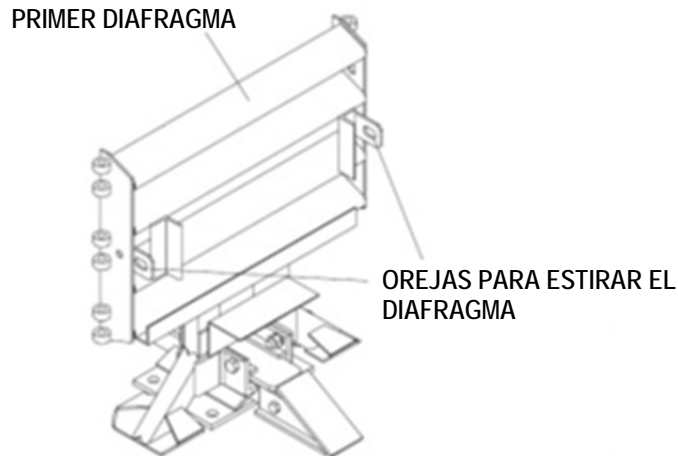

Figura 71
- 6) Coloque una cadena a las orejas para estirar en el primer diafragma (consulte la Figura 71). Coloque ambos extremos de la cadena a un vehículo pesado (como una camioneta de 1 ton).